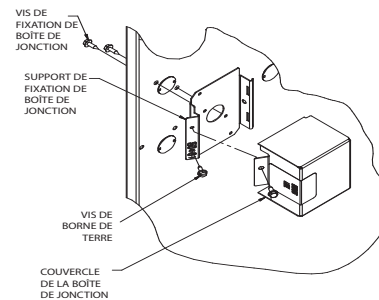

Fig. 34 – Installation d'une boîte de jonction (le cas échéant)
Le couvercle de la boîte de jonction, le support de fixation et les vis se trouvent dans le sac de pièces détachées expédié avec la chaudière. Reportez-vous à la Fig. 34 pour connaître les emplacements de montage de la boîte de jonction.
1. Posez le support de fixation de la boîte de jonction à l'intérieur du caisson de chaudière (consultez la Fig. 34).
5. Raccordez le fil de mise à la terre du site et le fil de mise à la terre installé en usine à la vis verte de mise à la terre qui se trouve sur le support de montage de la boîte de jonction, tel qu'illustré à la Fig. 34.
7. Fixez le couvercle de la boîte de jonction de la chaudière au support de fixation à l'aide des vis fournies dans le sac de pièces détachées. Attention de ne pas pincer les fils entre le couvercle et le support de fixation (consultez la Fig. 34).
4. Raccordez le fil de mise à la terre du site et le fil de mise à la terre installé en usine à la vis verte de mise à la terre qui se trouve sur le support de montage de la boîte de jonction, tel qu'illustré à la Fig. 34.